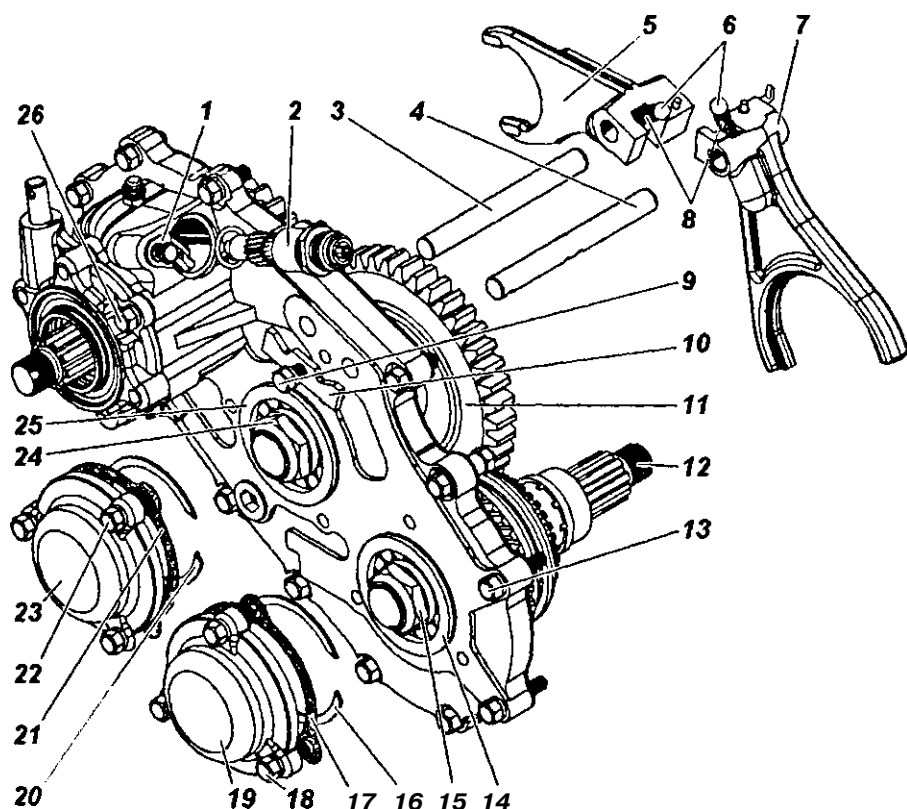
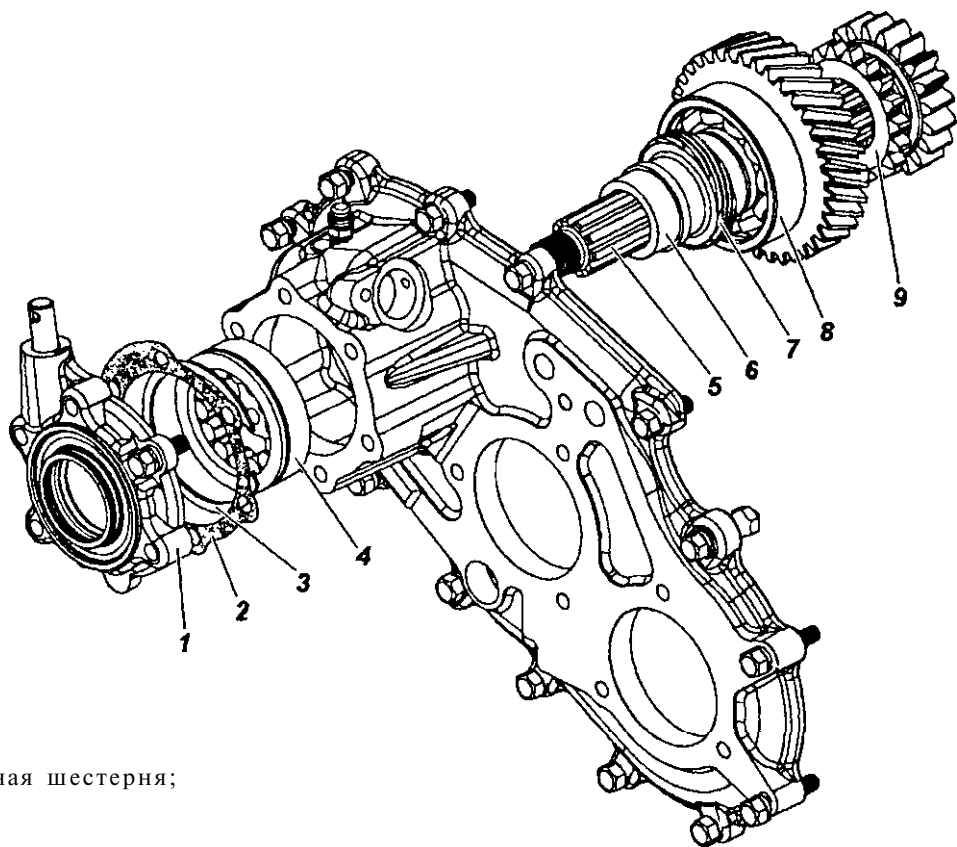
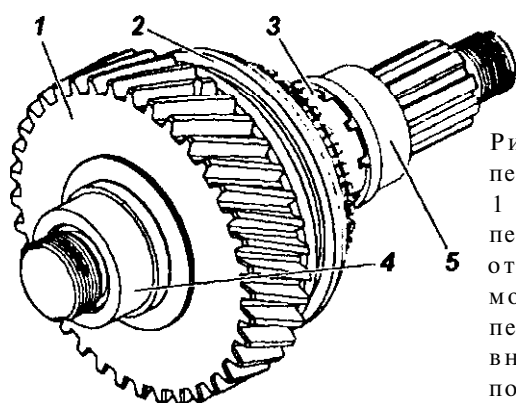

Рис. 7.4. Разборка механизма переключения передач:
Рис. 7.6. Вал привода переднего моста в сборе:
Рис. 7.7. Снятие вала привода заднего моста:
10. Отверните болт 9 (рис. 7.4) крепления стопора 10 штоков 3 и 4 вилок и выпрессуйте при помощи латунного молотка штоки из крышки картера, одновременно сняв с них вилки 5 и 7. При этом удерживайте от выпадения шарики 6 и пружины 8 фиксаторов, находящиеся в гнездах вилок.
15. Отверните гайку 15 (см. рис. 7.4) вала привода переднего моста. Съемником выпрессуйте шестерню 1 (рис. 7.6) привода переднего моста совместно с внутренним кольцом 4 подшипника.
16. Отверните один болт 26 (см. рис. 7.4) и снимите крышку 1 (рис. 7.7) заднего подшипника вала привода заднего моста.
1. Напрессуйте на вал подшипник 8 (см. рис. 7.7) до упора.
1. Установите муфту 2 (см. рис. 7.6) на шлицы вала привода переднего моста заостренными торцами шлицев в сторону шестерни привода вала.
3. Установите прокладку и подсобранную с манжетой крышку 17 подшипника вала привода заднего моста. Закрепите крышку болтом 26 (см. рис. 7.4) с пружинной шайбой. На прокладку и резьбу болта нанесите герметик-прокладку. Момент затяжки болта $12-18 \text{ Н} \cdot \text{м}$ ($1,2-1,8 \text{ кгс} \cdot \text{м}$).
9. Вставьте вилку 7 (см. рис. 7.4) включения переднего моста в паз муфты включения переднего моста. Вставьте в гнездо вилки пружину 8 и шарик 6, выполняющие функцию фиксатора.